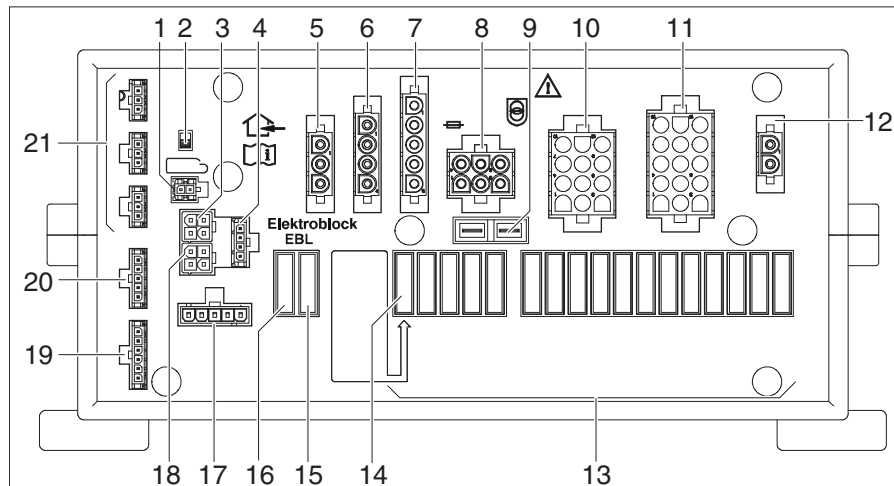

Fig. 247 Bloque eléctrico (EBL 402/403)
El electrobloque EBL 402/403 (Fig. 247) se encuentra en el garaje trasero en el lado derecho.
- ▷ El separador de batería (Fig. 247,2) desconecta todos los consumidores conectados al bloque eléctrico de la red de 12 V.
- Encender y apagar tres veces seguidas el separador de batería (Fig. 247,2).